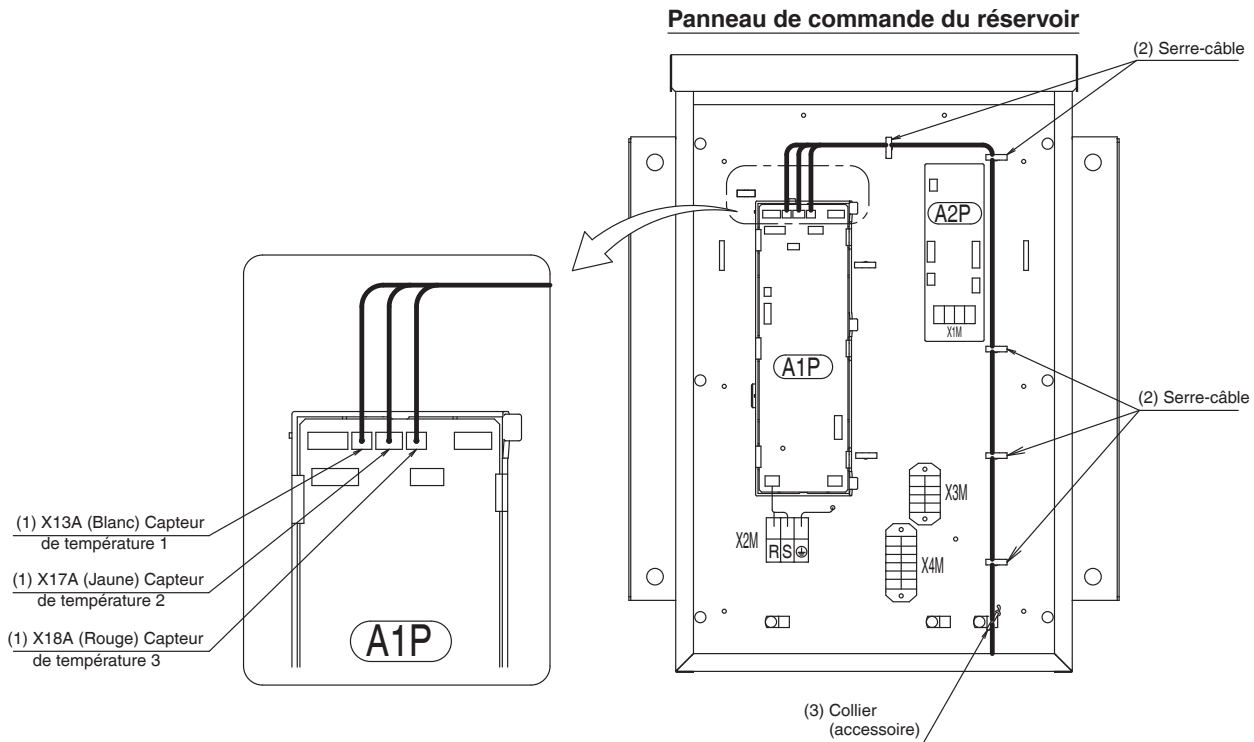

Fig. 6
- (2) Faites passer le faisceau de fils du relais dans le serre-câble.
(3) Fixez le collier (accessoire) du faisceau de fils du relais comme indiqué par la Fig. 6 afin qu'aucune force externe ne soit appliquée au connecteur.